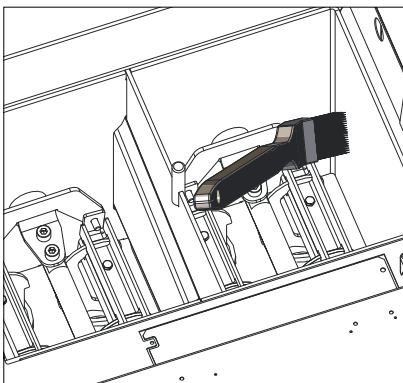

Fig. 50 Pulire le superfici riscaldanti
- Pulire le superfici riscaldanti in alto con spatola e pennello – Fig. 50.